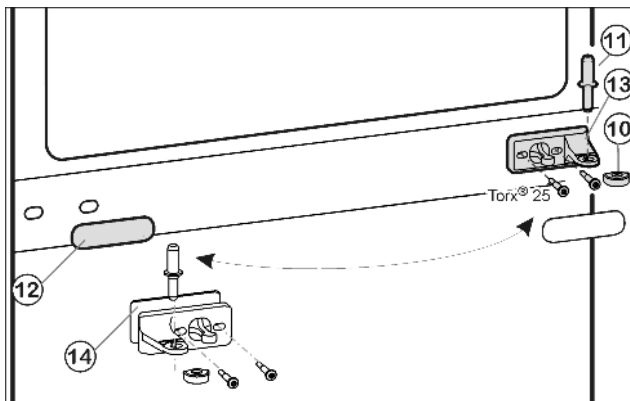
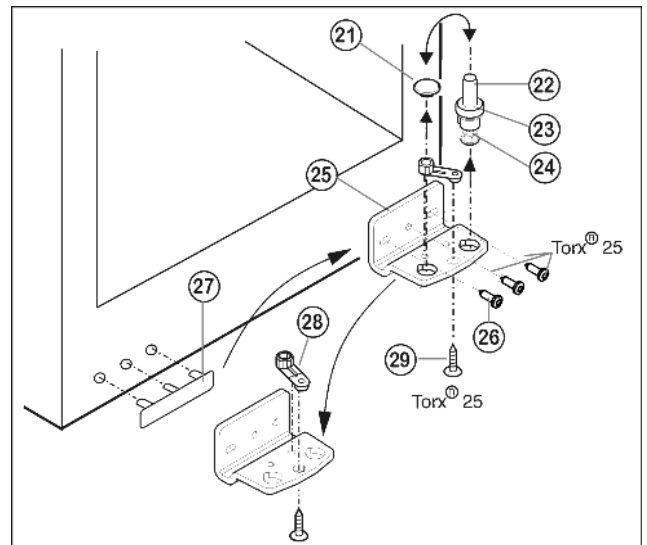

Fig. 9
Fig. 10
- ▶ Húzza ki a középső csapszeget Fig. 9 (11) a csapágybakból és az alsó ajtóból.
- ▶ Húzza le a műanyag sapkát Fig. 9 (10).
- ▶ Csavarozza le a a Fig. 9 (13) középső csapágybakját (2 x Torx® 25).
- ▶ Óvatosan húzza le a takaróelemet Fig. 9 (12).
- ▶ A Fig. 9 (13) középső csapágybakját a Fig. 9 (14) alátétével 180°-kal elfordítva **erősen (4 Nm-es nyomatékkal)** csavarozza fel az új csuklópánt oldalára.
- ▶ A takarólemezt Fig. 9 (12) 180°-kal elfordítva pattintsa vissza a fogantyú új oldalára.
- ▶ A teljes csapszeget Fig. 10 (22), a alátéttel Fig. 10 (23) és a állítható lábbal Fig. 10 (24) együtt felfele húzza ki.
- ▶ Emelje le a dugót Fig. 10 (21).
- ▶ Csavarozza le Fig. 10 (26) a csapágybakot Fig. 10 (25).
- ▶ Csavarozza le Fig. 10 (29) a csapágyrészt Fig. 10 (28), helyezze át a csapágybak túloldali felvevő furatába és csavarozza vissza.
- ▶ Óvatosan emelje le a fogantyú oldalán lévő fedelet Fig. 10 (27), és helyezze át az ellenkező oldalra.
- ▶ Csavarozza vissza a csapágybakot Fig. 10 (25) a csuklópánt új oldalán **4 Nm-es nyomatékkal**, szükség esetén egy akkus csavarhúzóval.
- ▶ A dugót Fig. 10 (21) helyezze be a másik lyukba.
- ▶ Helyezze be a teljes csapszeget Fig. 10 (22) az alátéttel és az állítható lábban együtt. Ügyeljen közben arra, hogy a bekattanó bütyök hátrafele legyen.
- ▶ Az alsó ajtót felülről helyezze az alsó csapszegre Fig. 10 (22).
- ▶ Helyezze vissza a műanyag sapkát Fig. 9 (10) a középső csapágybakra Fig. 9 (13).
- ▶ Helyezze be az alsó ajtóba a középső csapszeget Fig. 9 (11) a csuklópánt új oldalán, a középső csapágybakon Fig. 9 (13) keresztül.
- ▶ A felső ajtót helyezze a középső csapszegre Fig. 9 (11).
- ▶ Az ajtókat az alsó Fig. 10 (25) és a középső csapágybakban Fig. 9 (13) lévő két hosszított furat felett igazítsa egy vonalba a készülék házzal. Ehhez az alsó csapágybakon Fig. 10 (25) a középső csavart csavarja ki.